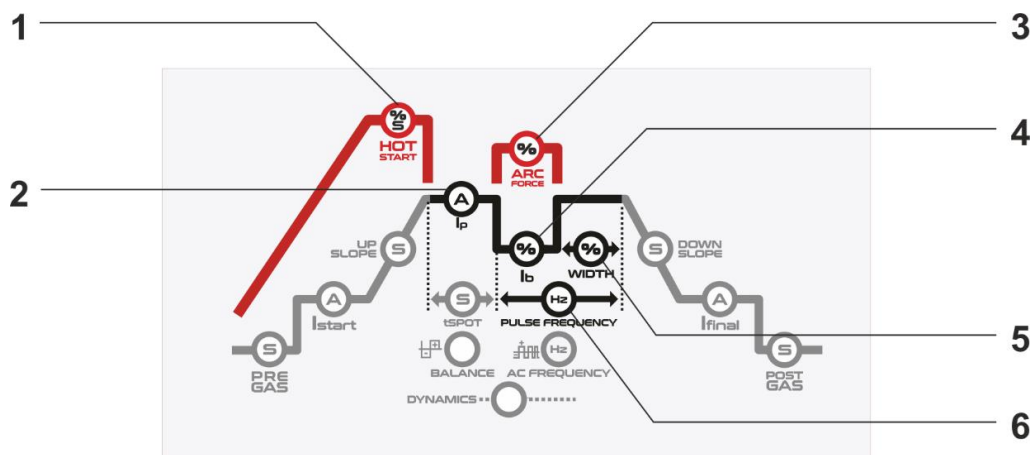

Fig. 2 - Parámetros MMA
- Ib (Fig.2 - 4) - ajustar la corriente de base en porcentaje de la corriente principal.
- WIDTH (Fig.2 - 5) - ajustar la anchura de la corriente de pico (principal) de 10% a 90%.
- PULSE FREQUENCY (Fig. 2 - 6) - ajustar la frecuencia del pulsado en Hertz.